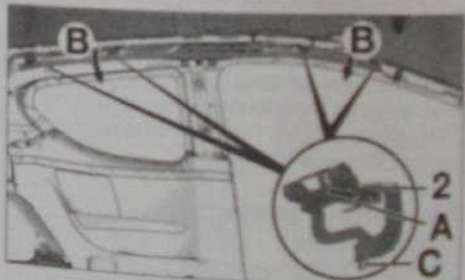

Fig. 11
- Appuyer en (A) à l'aide d'un tournevis suivant la flèche puis faire pivoter suivant la flèche (B) et dégager l'indexage (C) (Fig. 11).
- Dégrafer les entretoises (2).